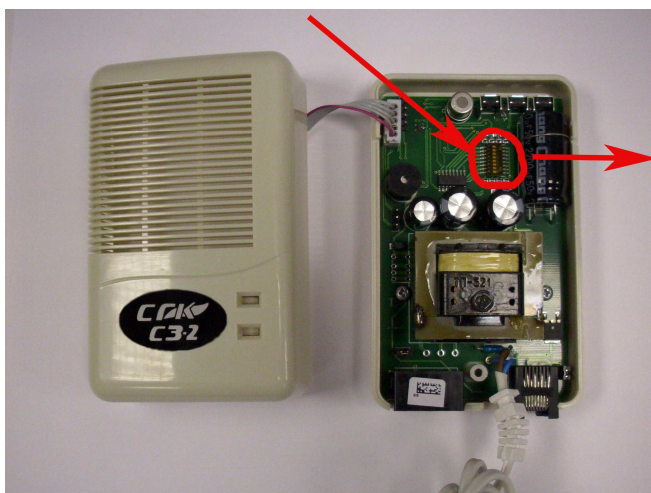

Рисунок 5. Сигнализатор СЗ-2. Вид со снятой
4. Одеть переднюю панель, совершив действия обратные п. 1 рис. 5-рис. 1. При этом убедиться в правильной установке кабельного ввода и не повредить питающие кабели.